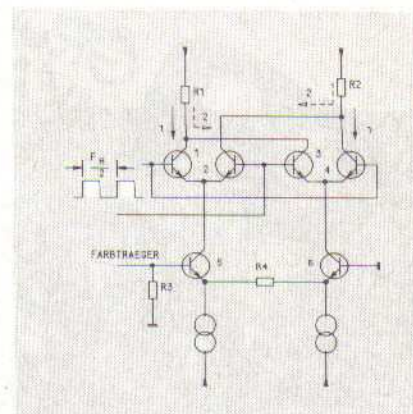

Bild 17 PAL-Umschalter
invertierenden Eingang benutzt. Gemäß Beziehung (5) und (6) werden die Widerstände R_B , R_G , R_R , R_1 und R_2 dimensioniert. Zum Erzeugen des Demodulatortestbildes muß die Schaltung nur mit entsprechenden Widerständen erweitert werden, wobei der +-Eingang den $+U/V$ -Vektor und der -Eingang den $-U/V$ -Vektor darstellt. Zur Bandbegrenzung durchlaufen die Differenzsignale einen Tiefpaß mit $f_g = 1,3$ MHz und gelangen anschließend auf den jeweiligen Modulator. Die Modulatoren werden von Trägern angesteuert, die um 90° versetzt sind, wobei zusätzlich der Träger des (R-Y)-Modulators gemäß der PAL-Norm von Zeile zu Zeile um 180° geschaltet wird. Der PAL-Schalter wird mit einem MC 1496, einem sogen. Multiplizierbaustein realisiert. Dieser IC wird auch als (R-Y)- und (B-Y)-Modulator verwendet. Bild 17 zeigt die Prinzipschaltung.